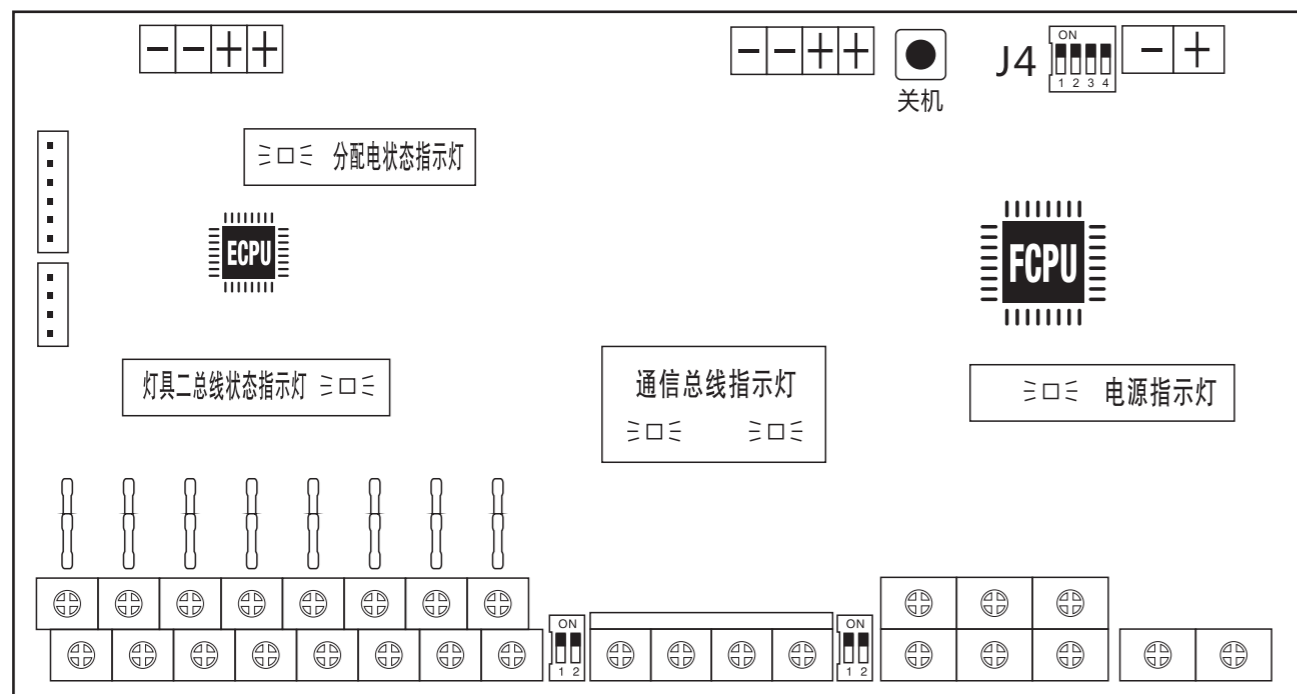

图33
E：表示ECPU芯片版本日期(见图33)
F：表示FCPU芯片版本日期(见图33)
(2)、线路板指示灯(见图33)
拨码开关的使用（见图33）